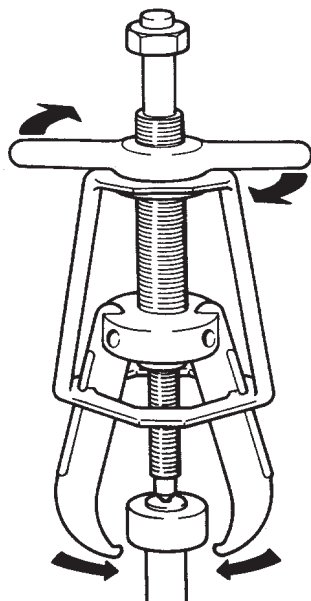

Figura 3
5. Girare la maniglia a T in senso orario fino a quando le griffe tengono saldamente il pezzo. (Vedere la figura 3).
4. Posizionare l'estrattore sul pezzo da estrarre. (Vedere la figura 3). Quando sull'albero rimane solamente la pista interna del cuscinetto, innanzitutto pulire l'albero con tela smeriglio, quindi fissare le griffe nella gabbia delle sfere.